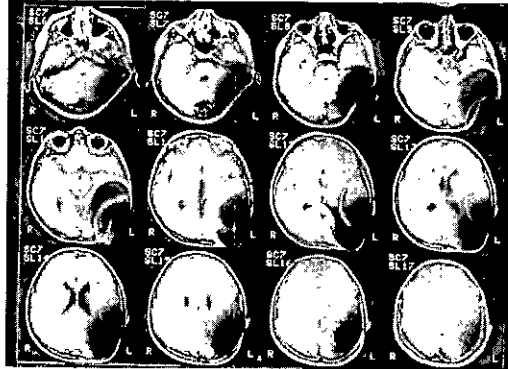

Fig. 14 Imágenes de RM obtenidas con un escáner 1,5T (niño de 8 años)
- Se esperan artefactos de imagen (consulte la Fig. 14).